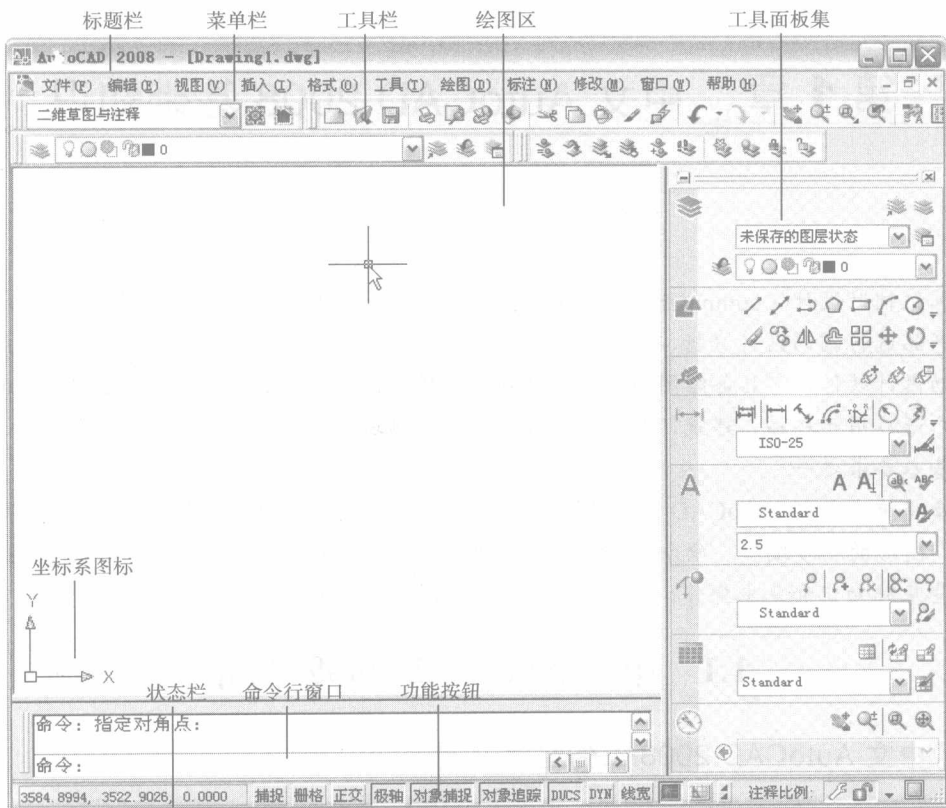

图 1-1-1 AutoCAD 2008 的“二维草图与注释”工作空间界面
① 在“开始”菜单的“程序”选项中, 单击 Autodesk→AutoCAD 2008—Simplified Chinese →AutoCAD 2008 菜单命令, 或双击桌面上的 AutoCAD 2008 快捷图标, 即可启动中文 AutoCAD 2008。
② 启动中文 AutoCAD 2008 后, 系统即进入中文 AutoCAD 2008 的“二维草图与注释”工作空间界面。该空间界面由标题栏、菜单栏、工具栏、工具面板集、绘图区、坐标系图标、命令行窗口、功能按钮和状态栏等几部分组成, 如图 1-1-1 所示。